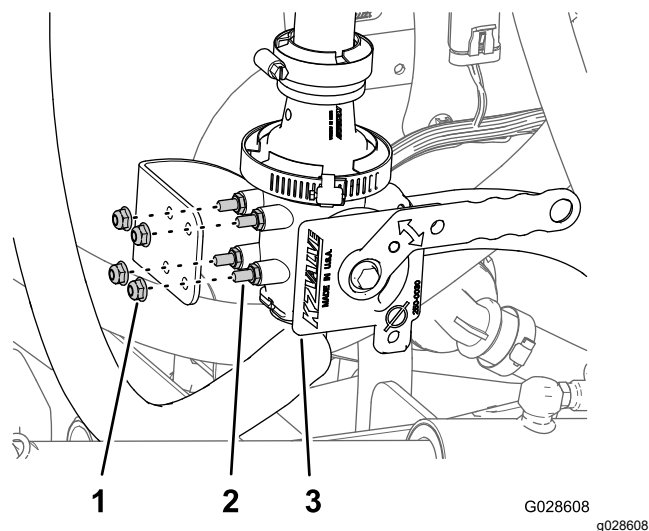

Figura 22
6. Aliniază tifturile supapei ejectorului la orificiile din suportul supapei ejectorului și fixează supapa pe suport (Figura 22) cu cele 4 contrapiulie cu guler (1/4 inch).